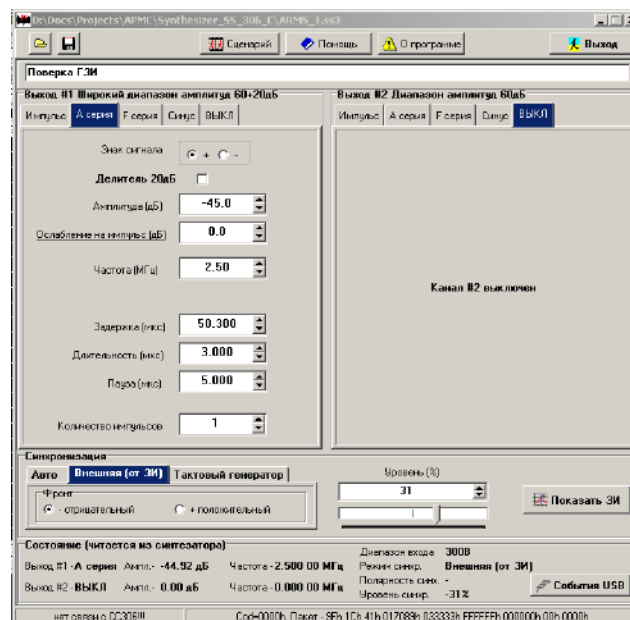

Рисунок 4.3 – Панель управления СС306
4.5.4.1.2 Установить на компьютер программу связи, поставляемую вместе с синтезатором сигналов СС306, после чего включить синтезатор сигналов СС306 (далее – СС306) и запустить программу связи. На экране монитора появится панель управления СС306 (рис. 4.3):